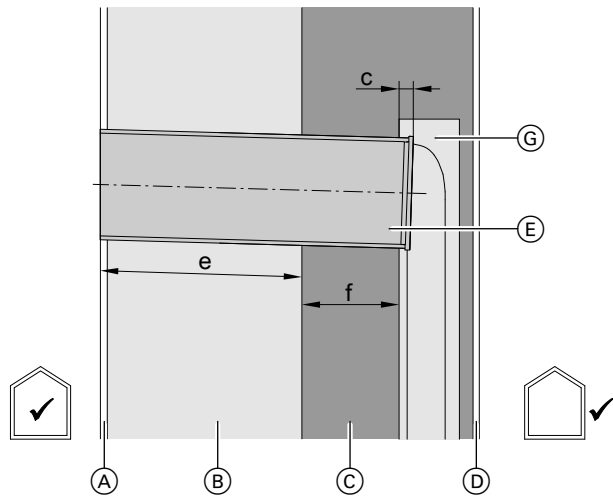

Abb. 12
- Montage mit Montageelement für Fensterlaibung: Länge **e** ermitteln: Siehe Abb. 12.